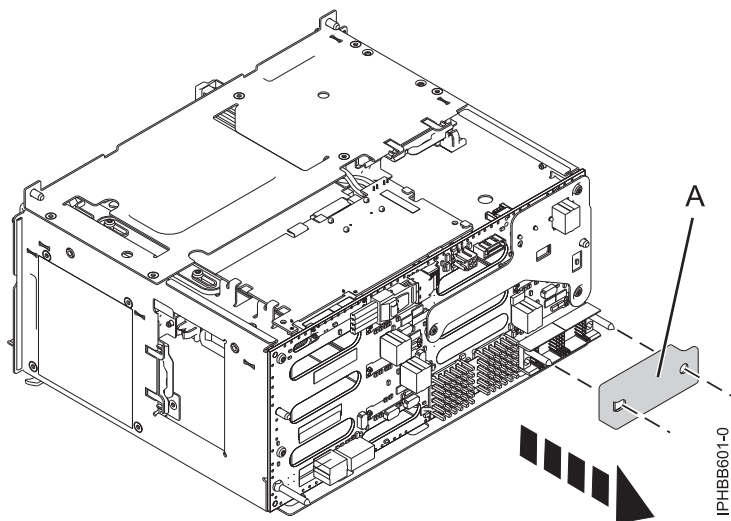

図 10. コネクター・ピンからの保護カバーの取り外し
3. 右下のコネクター・ピンの上にある可能性のある保護カバーを確認します。 図 10 に示すように、保護カバーがある場合はそのカバー (A) を取り外します。